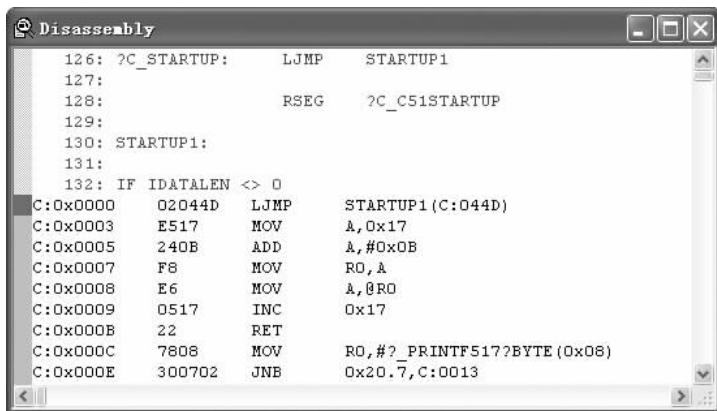

图 2-6 反汇编窗口
(2)反汇编窗口。单击 View 菜单,选择 Disassembly Window 选项,弹出如图 2-6 所示的反汇编窗口,窗口中显示已经装入软件中的程序的汇编指令、反汇编代码及其地址。